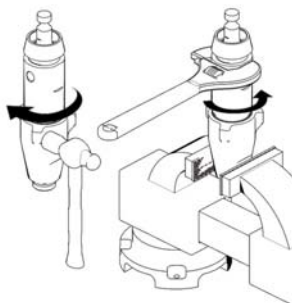

Рис. 2
2. (Рис. 2) Выкрутите впускной клапан из цилиндра.